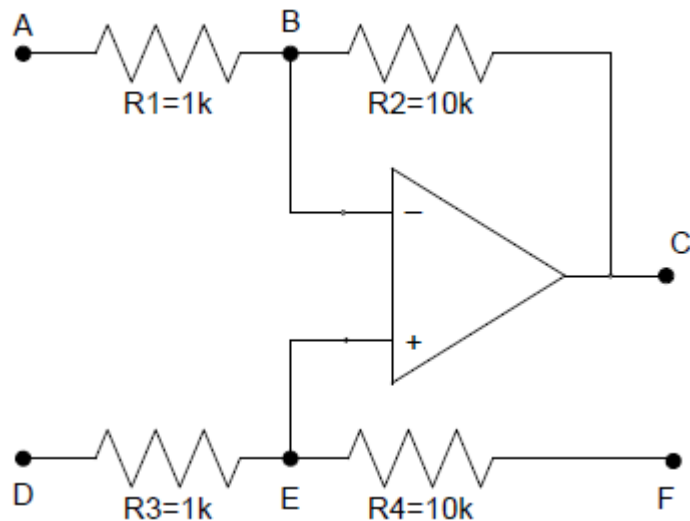

Figura 3: Circuito Amplificador Genérico
A. Monte o circuito da figura 3, inicialmente aterrando A, D e F.